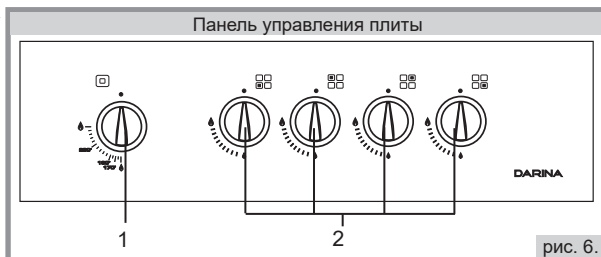

рис. 6.
■ На рисунке панели управления (рис.6) присутствуют элементы комфорта, которые могут присутствовать на панелях различных моделей плит. Для Вашей плиты перечень элементов указан в таблице комфорта моделей плит на обложке настоящего руководства.